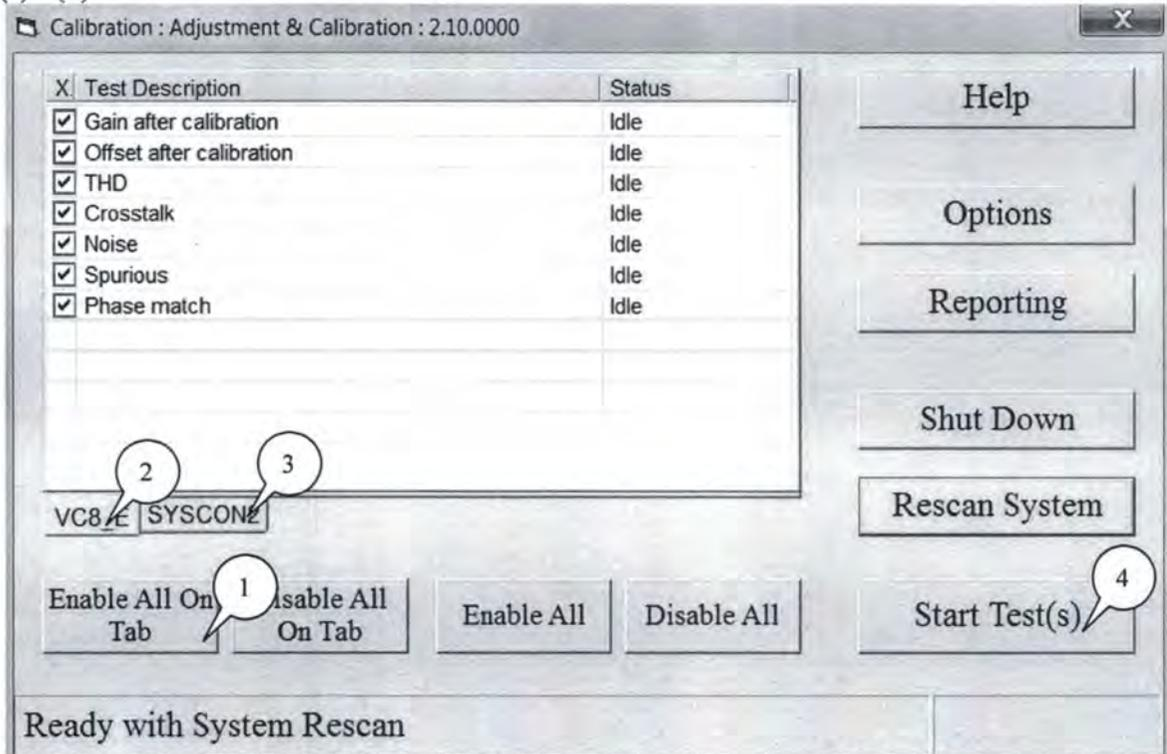

Рисунок 6
7.3.3.6 В окне программы (рисунок 6) выделить все операции нажатием клавиши «Enable All On Tab» (1) для входных (2) и выходных (3) каналов.